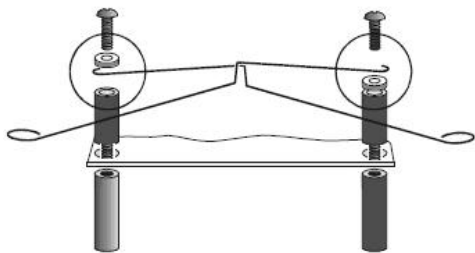
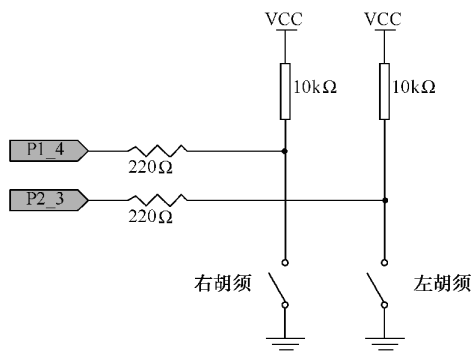

图 5-2 安装机器人胡须
图 5-3 胡须电路示意图
- (1) 拆掉连接主板到前支架的两颗螺钉。
- (2) 参考图 5-2，进行下面的操作。
- (3) 23mm 铜螺柱穿过主板上的圆孔，拧进主板下面的螺柱中，拧紧。
- (4) 两个螺钉依次穿过 M3 尼龙垫圈拧进铜螺柱中。
- (5) 把须状金属丝的其中一个勾在尼龙垫圈之上，另一个勾在尼龙垫圈之下，调整它们的位置使它们横向交叉但又不接触。
- (6) 拧紧螺钉到铜螺柱上。
- (7) 参考接线图 5-3，搭建胡须电路。
观察一下如图 5-3 所示的胡须电路示意图，显然每条胡须都是一个机械式的、接地常开的开关。胡须接地（GND）是因为教学板外围的镀金孔都连接到 GND。铜螺柱和螺钉给胡须提供电气连接。
通过编程可让单片机探测什么时候胡须被触动接到 3Pin 接头上。由图 5-3 可知，连接到每个胡须电路的 I/O 引脚监视着  $10\text{k}\Omega$  上拉电阻上的电压变化。当胡须没有被触动时，连接胡须的 I/O 引脚的电压是 5V；当胡须被触动时，I/O 短接到地，所以 I/O 引脚的电压是 0V。
上拉电阻就是与电源相连，并起到拉高电平作用的电阻。此电阻还起到限流的作用，图 5-3 中的  $10\text{k}\Omega$  电阻即上拉电阻。
- （4）检查图 5-3 所示电路，弄清楚哪条胡须是左胡须，哪条是右胡须。